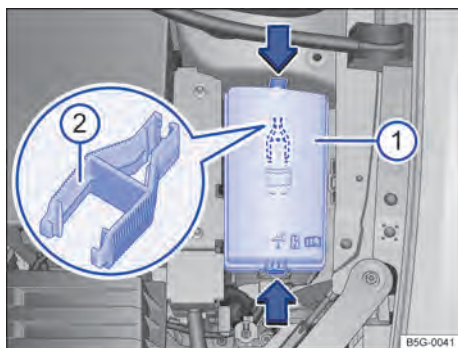

Fig. 240 No compartimento do motor: cobertura ❶ da caixa de fusíveis com pinça de plástico ❷. ▶
- Pressionar os botões de travamento no sentido da seta para destravar a cobertura da caixa de fusíveis → Fig. 240 ①.